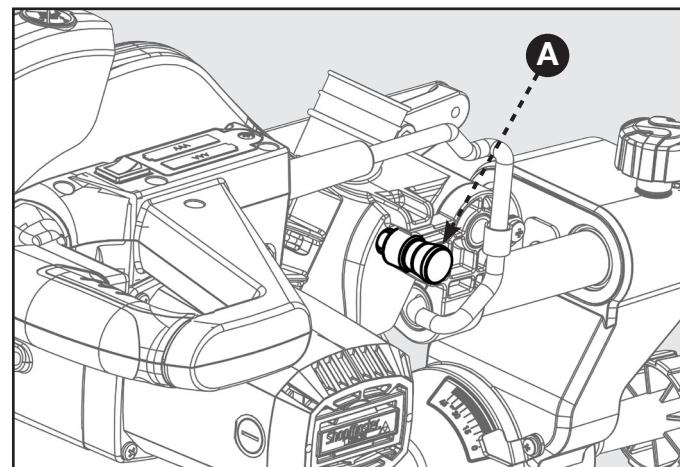

FIGURE 3
- La scie est livrée avec le bras attaché en position vers le bas, comme illustré à la figure 3. Pour libérer le bras, poussez-le vers le bas, coupez l'attache en plastique et sortez la goupille de verrouillage (A).
- La goupille de verrouillage (A) sert uniquement au rangement et au transport de l'outil. La scie ne doit pas être en position verrouillée pendant les coupes.